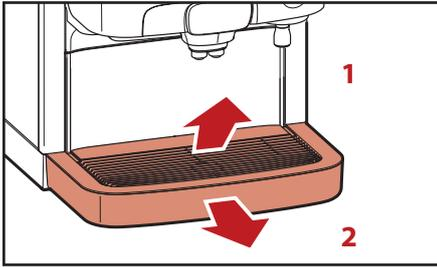

Fig. 5.1 - Rimuovere il vassoio tazze e il raccogli gocce
1. Rimuovere il vassoio per tazze (fig 5.1, 1).
2. Rimuovere il raccogli gocce (fig 5.1, 2).